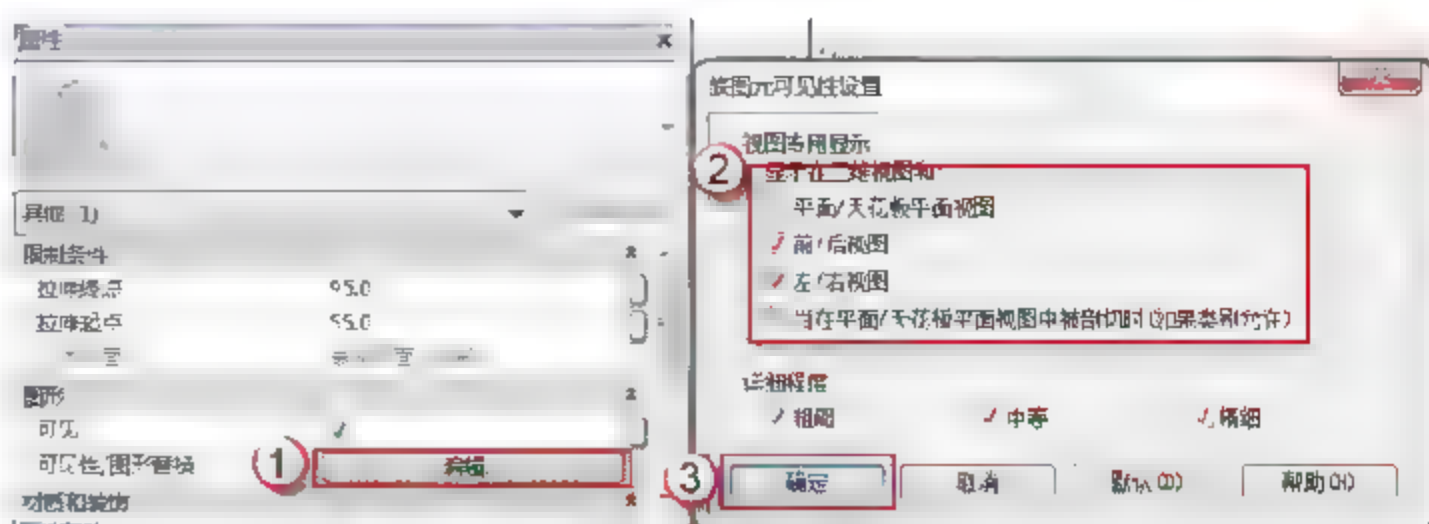

图 6.1.135 门板的可见性
(16) 修改门板的可见性。在门板的“属性”面板中,单击“图形”栏“可见性/图形替换”后的“编辑”按钮,弹出“族图元可见性设置”对话框,取消“平面/天花板平面视图”和“当在平面/天花板平面视图中被剖切时(如果类别允许)”复选框的选择,单击“确定”按钮,如图 6.1.135 所示。
(17) 添加门板材质。选择“项目浏览器”中的“视图”→“三维视图”→“{3D}”选项,可以进入单开门M1021的3D视图,选择门板,在门板的“属性”面板中,单击“材质和装饰”栏“材质”右侧的空白按钮,弹出“关联族参数”对话框,单击“添加参数(D)”按钮,弹出“参数属性”对话框。选中“共享参数”单选按钮,单击“确定”按钮,弹出“共享参数”对话框,在“参数组(G)”中选择“门窗”选项,在“参数(P)”中选择“门板材质”选项,单击“确定”按钮。